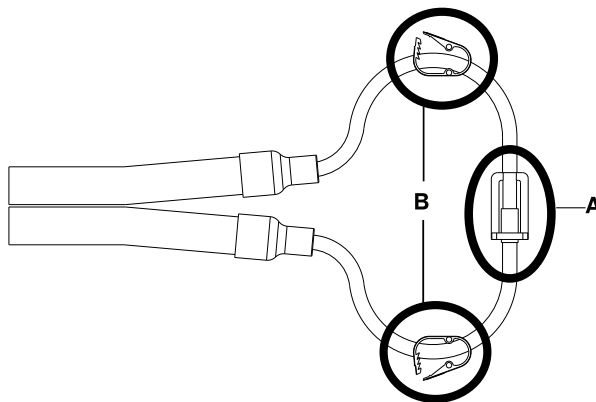

Рисунок 12-27: Оснащенные Clik-Tite концы закрыты, а зажимы открыты
- Если у вас имеются шланги с коннекторами **Clik-Tite**, убедитесь в том, что оснащенные коннекторами концы шлангов соединены и закрыты (A), а зажимы открыты (B). Выполните эти действия в отношении всех трех шлангов. Рисунок 12-27 на странице 12-48